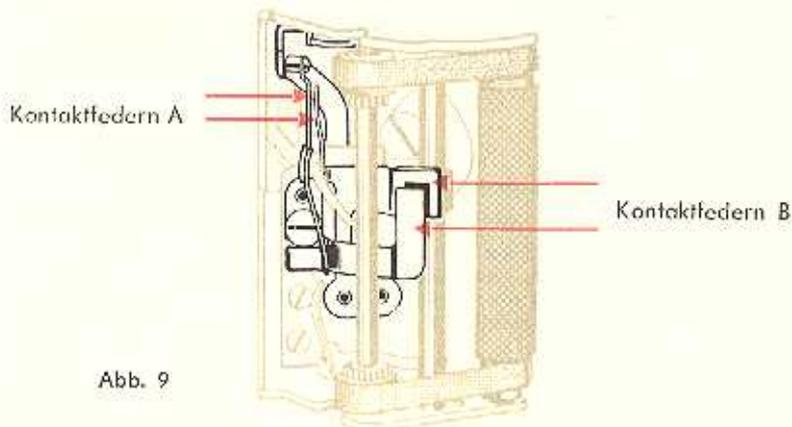
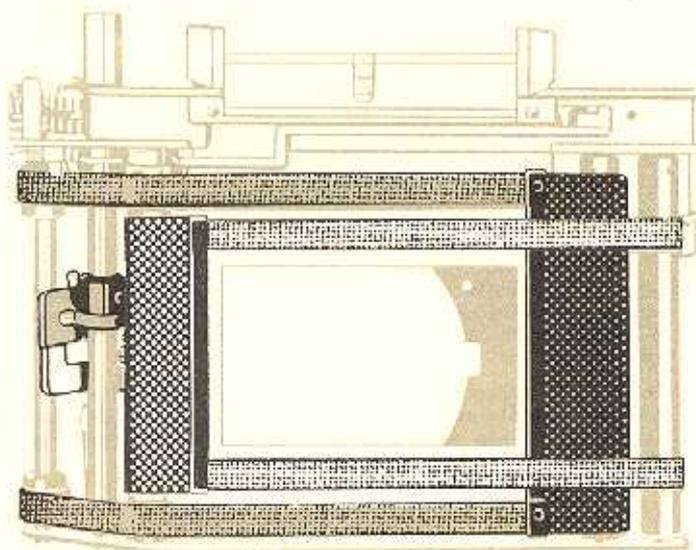

Abb. 9
Abb. 10
Justage der Kontaktfeder A (s. Abb. 9).
- Vorlaufwerk ablaufen lassen, nach Freigabe der Arretierung des Abdruckhebels (Stillstand) muß zwischen beiden Kontaktfedern A ein Zwischenraum von ca. 1 mm sein (s. Abb. 9). Ist dies nicht der Fall, Kontaktfedern A dementsprechend biegen.
- c) Mit dem Verschußzeiteneinstellknopf Verschuß langsam ablaufen lassen, dabei großes (1.) Rollo 300.12 U 6 und Bildfenster beobachten. Verläßt das große (1.) Rollo das Bildfenster (Rollostäbchen läuft über die rechte Kante des Bildfensters, s. Abb. 10), so muß der X-Kontakt geschlossen sein. Es ist unbedingt darauf zu achten, daß die Kontaktgabe vor dem Auskuppeln des 2. Rollos 300.12 U 10 erfolgt. $\frac{1}{30}$ s ist kürzeste Offenzeit. Ist dies nicht der Fall, so müssen die Kontaktfedern B (s. Abb. 9) gebogen werden, bis die richtige Kontaktgabe erreicht wird. Die Spiegelaufzugsbuchse 300.20 - 6 an der Verschußachse 300.20 steuert die Kontaktgabe.